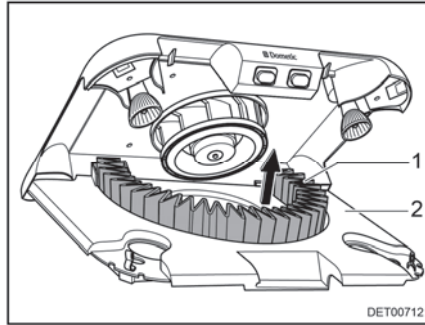

Bild 148 Byta aktivt kolfilter
- Ta ut det aktiva kolfiltret (Bild 148,1) uppåt från hållaren.
- Sväng upp filterhållaren (Bild 148,2) tills den hakar fast.